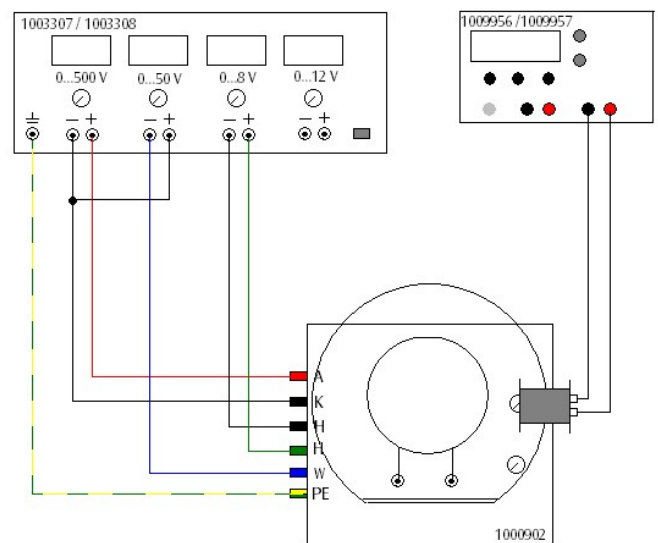

Fig. 6 Oszilloskopische Darstellung periodischer Signale mit einem Funktionsgenerators
- Eine Spule gemäß Fig. 6 rechts am Metallring befestigen.
- Beschaltung gemäß Fig. 6 vornehmen.